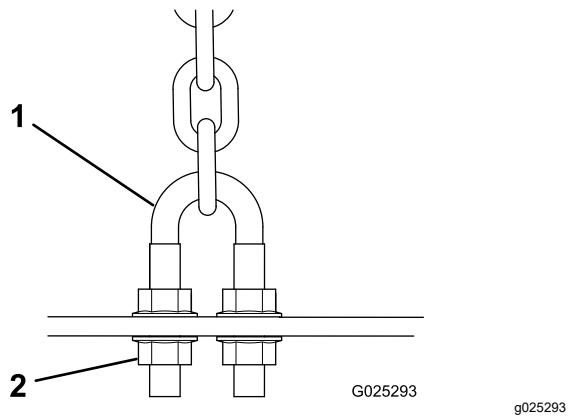
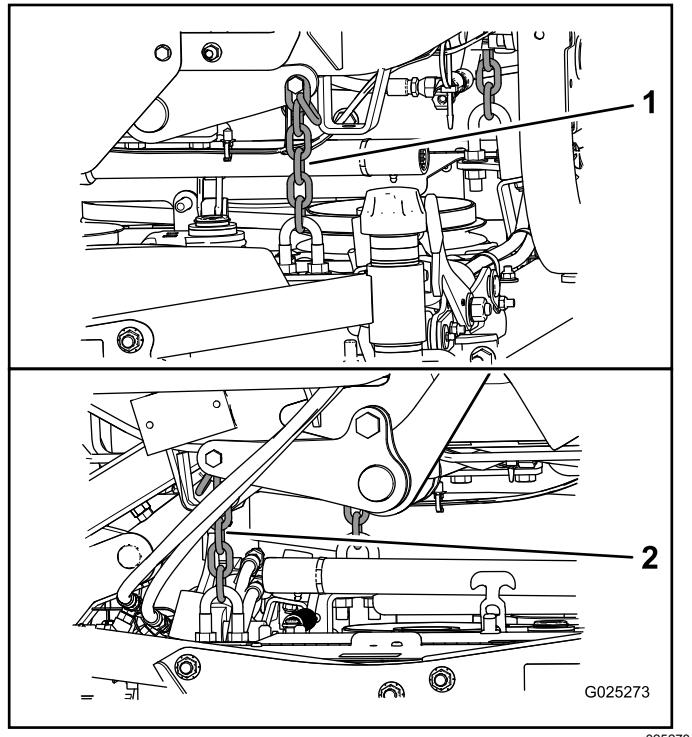

Figure 11
Figure 12
7. Ajustez les écrous de blocage des étriers filetés (Figure 11) qui fixent les chaînes de plateau arrière (Figure 12) au plateau pour éléver
8. Ajustez les écrous de blocage qui fixent les chaînes au plateau de coupe jusqu'à ce que le plateau de coupe soit de niveau (Figure 12).